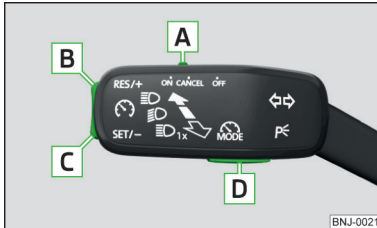

Abb. 228
Übersicht der Bedienelemente der GRA » Abb. 228
- ▶ Durch das Drücken der Taste **D** » Abb. 228.
- Durch das Drücken der Taste **D** » Abb. 228 während der Regelung wird diese abgebrochen und es wird der Geschwindigkeitsbegrenzer aktiviert.